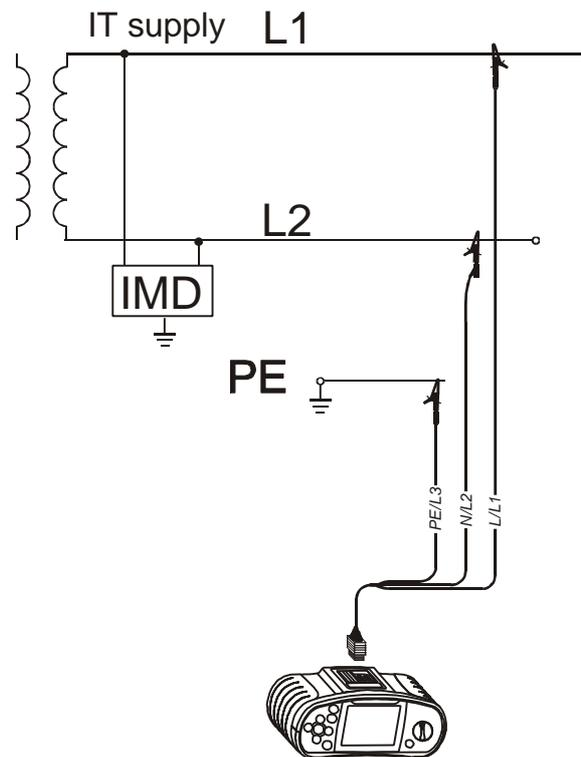

Abb. 5.5: Anschluss des Universalprüfkabels
Schritt 3 Schließen Sie das Prüfkabel an die zu prüfende Komponente an. Befolgen Sie zur Durchführung der Fehlerstrommessung den Anschlussplan in Abb. 5.5. Benutzen Sie bei Bedarf die **Hilfe**-Funktion.
Schritt 3 Schließen Sie das Prüfkabel an die zu prüfende Komponente an. Befolgen Sie zur Durchführung der Prüfung den Anschlussplan in Abb. 5.5. Benutzen Sie bei Bedarf die **Hilfe**-Funktion.
1. Schließen Sie die Prüflleitungen kurz, siehe Abb. 5.5.